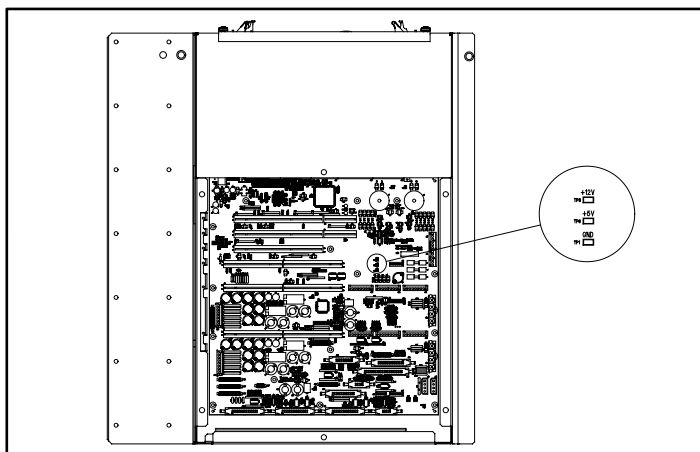

Figura 7: Backplane PCI
1. Utilizzando un multimetro, misurare la resistenza tra i seguenti valori (vedere la Figura 7):
5. Misurare la resistenza tra i seguenti valori (vedere la Figura 7):